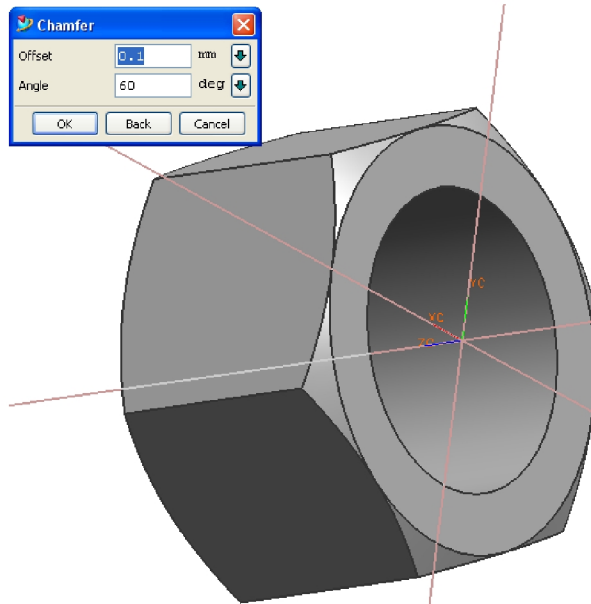

Рис. 137. Построение фаски
7. Создайте фаски 0.1x60 на краю отверстия. Для этого: **Insert** → **Detail Feature** → **Chamfer...**, выберите опцию, **Offset Angle**, укажите на кромку и задайте смещение 0.1 мм и угол 60 градусов, нажмите **OK** (Рис.137).